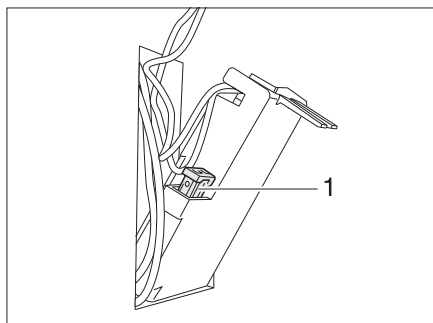

Bild 211 Sicherung der Thetford-Toilette
- Die Sicherung (Bild 211,1) wechseln.